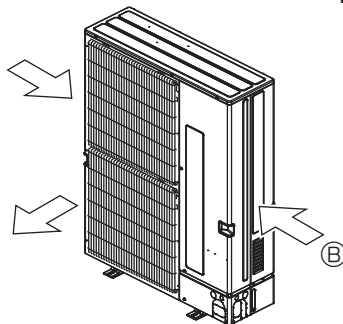

Fig. 2-4
- Coloque la unidad de manera que la salida de aire sopla en dirección perpendicular a la dirección estacional del viento, si la conoce. (Fig. 2-4)